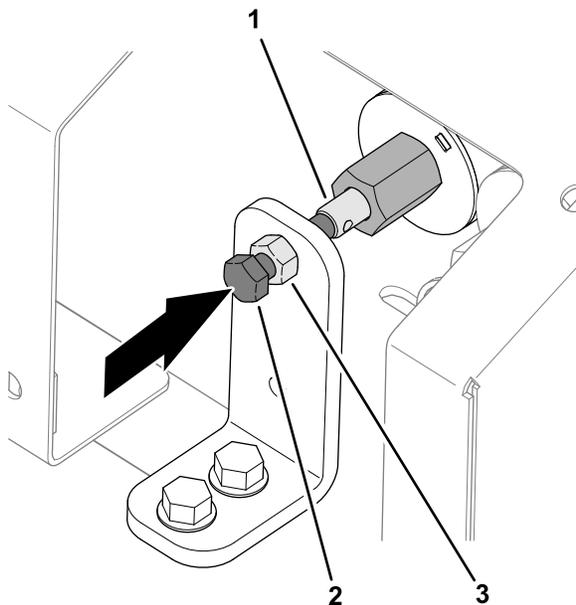

Figura 31
1. Desaperte a porca de retenção no suporte de sobreposição manual (Figura 31).
2. Rode o parafuso de cabeça sextavada da sobreposição da válvula no sentido dos ponteiros do relógio para aumentar a velocidade de deslocação (Figura 31).